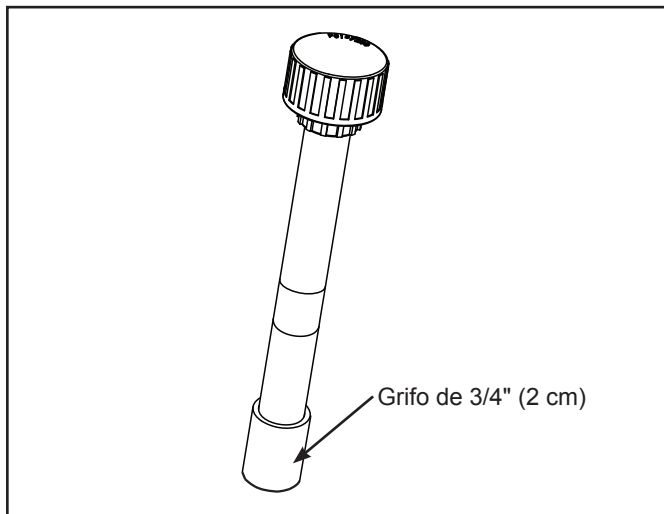

Figura 1. Grifo de tubo para manguera flexible de 3/4" (2 cm)
- Con un acoplamiento o reductor de tubo estándar, adhiera las tuberías de entrada de agua existentes del bote al grifo del tubo de 3/4" (2 cm) conectado al conjunto de la manguera flexible adjunta. Consulte la Figura 1.